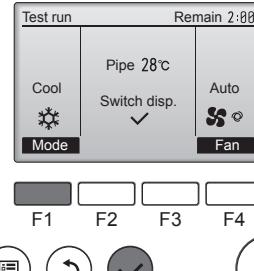

Fig. 7-3
- ① Naciśnac prycisk [F1], aby zmienić tryb pracy. (Fig. 7-3)